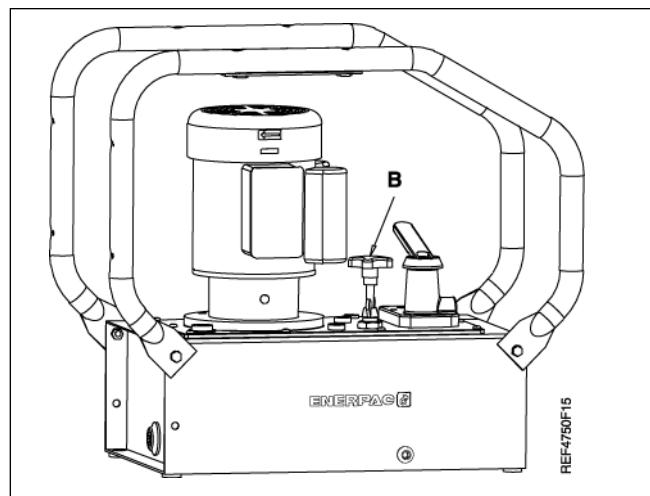

図13
ハッシュ電動油圧ポンプには、ユーザーが設定できるリリーフ弁が付属しています。（図13 の (B) を参照）この調整は以下のように行います。